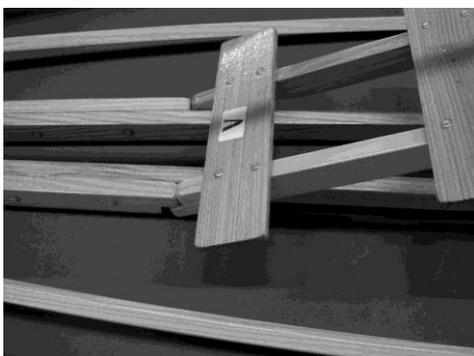

Bild 5
Die Bodenleiter ausklappen und vorn mit der Vorderseite (V) in die dafür vorgesehene Aussparung an der Bodenleiste einsetzen. Analog dazu die Bodenleiter hinten mit der Hinterseite (H) (**Bild5**).